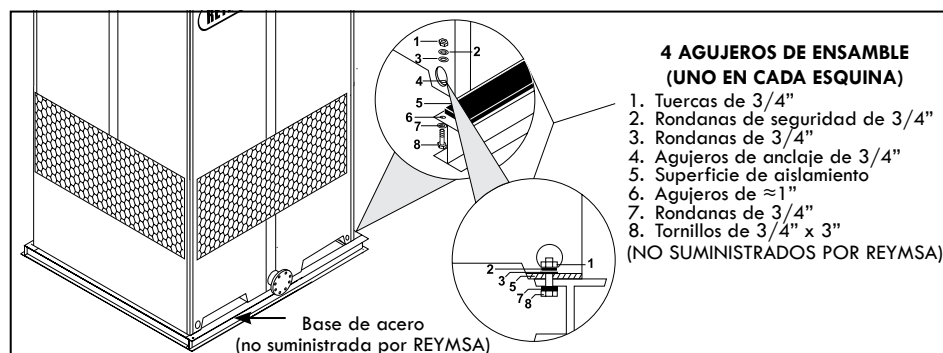

Figura A-35: Anclaje típico de una torre de un ventilador (RTU)
- I. Coloque la torre (cuerpo y cisterna en una pieza) encima de la superficie de aislamiento que se instaló sobre la base de acero, asegurándose de que los agujeros de anclaje en el fondo de la torre están alineados con las perforaciones de la base. Luego proceda a atornillar y asegurarla con tornillería de acero inoxidable (NO suministrada por REYMSA, ver Figura A-35).